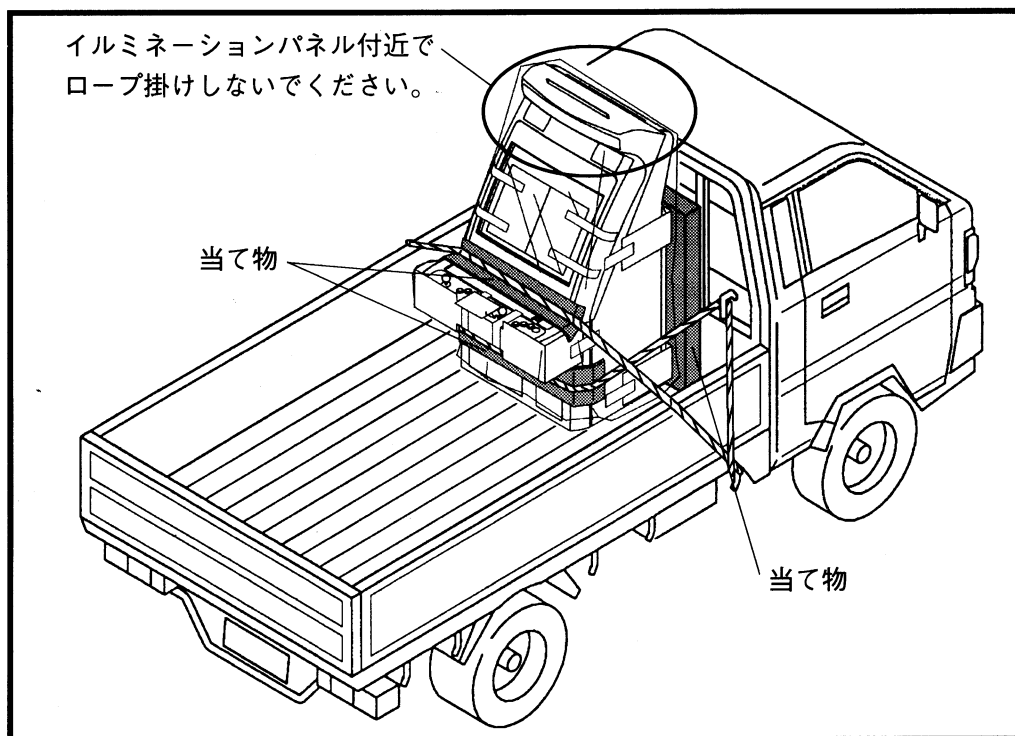

図3：ロープ掛けの一例
- ・車両上でロープを掛けるときには、下図3に指示する箇所で当て物を使用してしっかりと固定してください。
- ・また、上部のイルミネーション付近は、当て物してもロープ掛け禁止です（下図3参照）。